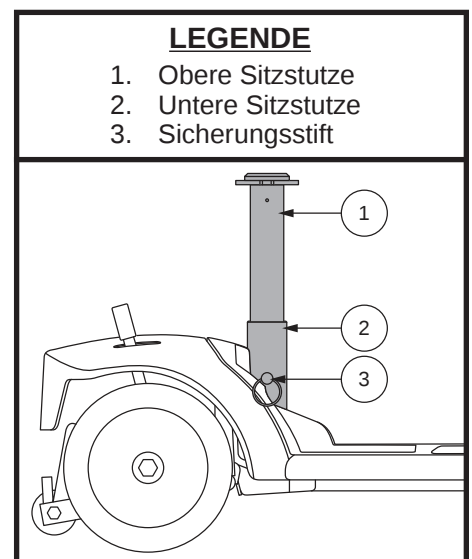

Abb. 25. Einstellung der Sitzhöhe
Der Sitz kann in verschiedenen Höhenstellungen eingestellt werden. **Siehe Abb. 25.**
2. Entfernen Sie die obere Sitzstütze vom Elektromobil, indem Sie den Sicherungsstift aus dem unteren Teil der Sitzstütze nehmen. Ziehen Sie die Stütze dann senkrecht nach oben aus dem Elektromobil. **Siehe Abb. 25.**